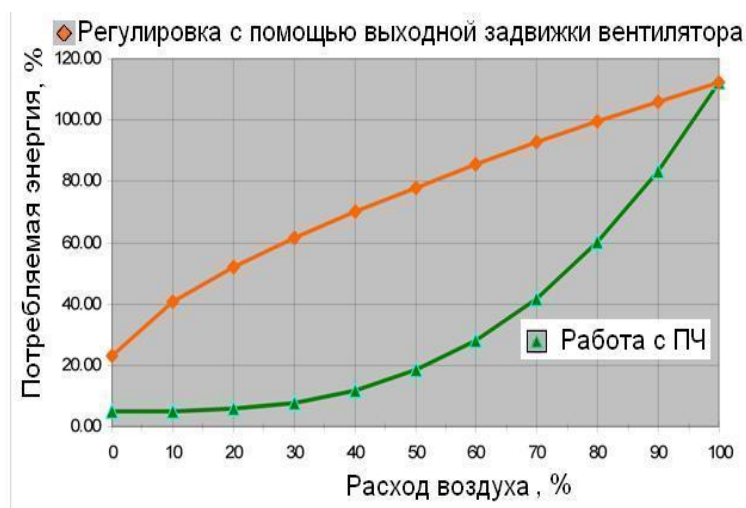

Рис.1
- регулировка расхода воздуха с помощью выходной задвижки вентилятора (рис.1);